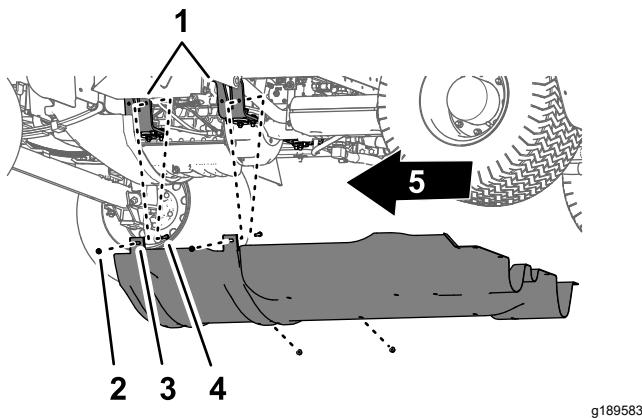

图 68
2. 从将起落架保护罩安装凸耳固定至机器发动机安装支架上的螺栓和起落架螺栓拧下 4 个凸缘锁紧螺母 $5/16$ 英寸 图 68。
4. 从机器上拆下底盘保护罩图 67 和 图 68。
1. 将起落架保护罩与机器的底部机箱对齐请参阅 拆下底盘保护罩 \(页码 45\) 的图 68。
2. 将起落架保护罩的安装凸耳滑动到机器发动机安装支架上的螺栓和托架螺栓上方请参阅 拆下底盘保护罩 \(页码 45\) 中的图 68。
3. 使用在 拆下底盘保护罩 \(页码 45\) 的步骤 2 中卸下的 4 个凸缘锁紧螺母 5/16 英寸将起落架保护罩安装到发动机安装支架上图 68。